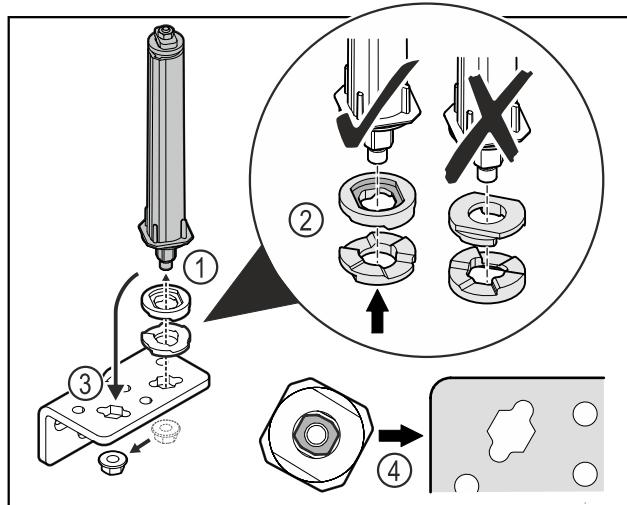

Fig. 20
- Λύστε το παξιμάδι και αφαιρέστε το σύστημα κλεισίματος πόρτας Fig. 20 (1).
- Βεβαιωθείτε για τη σωστή ευθυγράμμιση των ροδελών ρύθμισης ύψους Fig. 20 (2).
- Μεταφέρετε το σύστημα κλεισίματος πόρτας στη γωνία μεντεσέ και στερεώστε με το παξιμάδι Fig. 20 (3).
- Κατά την τοποθέτηση βεβαιωθείτε για τη σωστή ευθυγράμμιση του συστήματος κλεισίματος πόρτας Fig. 20 (4).